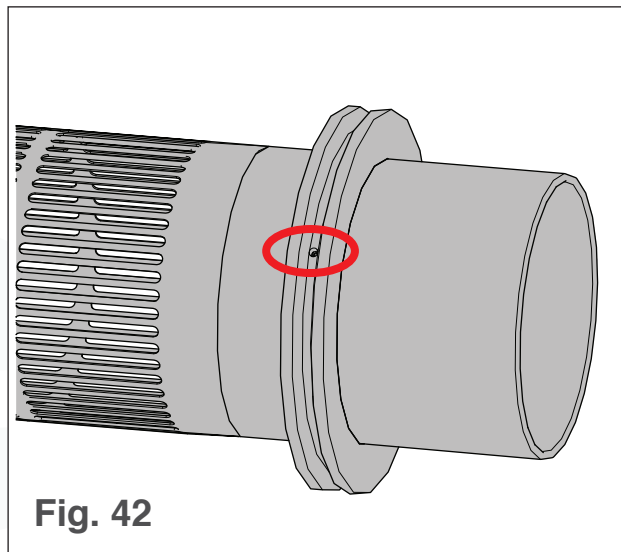

Fig. 42
4. Certifique-se de que os parafusos na parte mais larga do tambor estão dentro das ranhuras (ver Fig. 42).